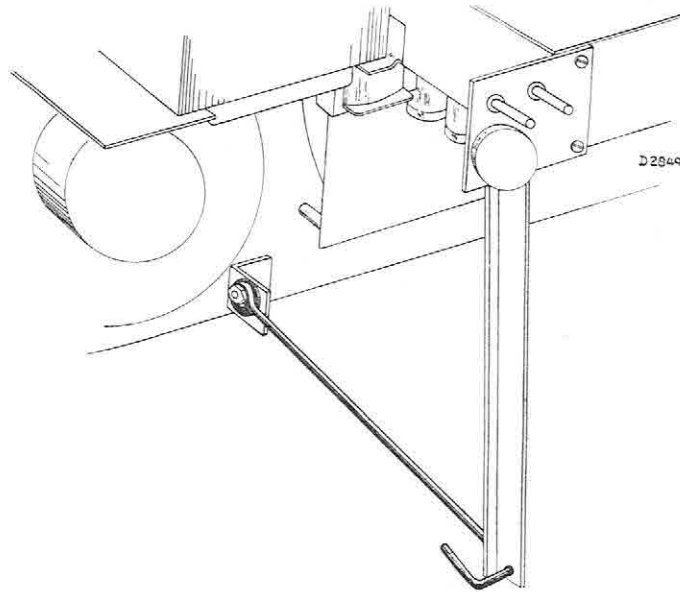

Fig. 8
5. Sortir de la boîte tout l'ensemble comportant la planche de haut-parleur avec celui-ci et le châssis. En défaisant l'étrier de suspension et en montant un morceau de fil de fer tordu comme indiqué dans la figure 8, entre l'étrier et le boulon de fixation, on peut placer cet ensemble en le renversant sur le banc d'essai et de cette façon tout le câblage intérieur devient facilement accessible.